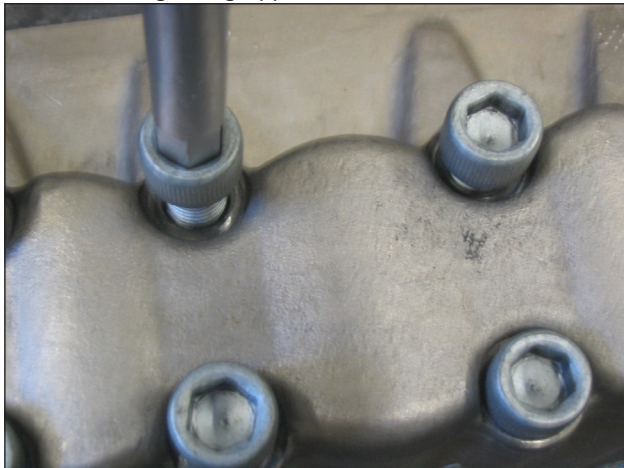

Abb. 16
- Lösen Sie die 8 Schrauben M14x40 des Ventildeckels (Abb. 16);